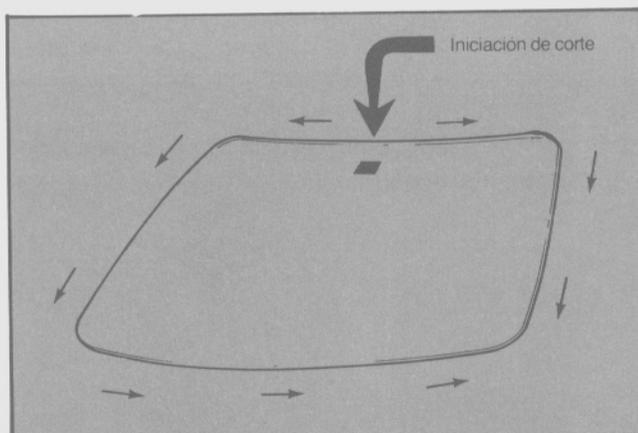

Fig. 8 - Dirección de corte recomendada.
- **Nota:** Realizar, en zonas rectas, carreras de corte largas de hasta 50 cm. Esta acción reduce el peligro de rotura del cable de corte. Sin embargo, en las esquinas, se deberán mantener distancias de corte pequeñas. De esta forma se evitará dañar la carrocería o el cristal (Fig. 8).